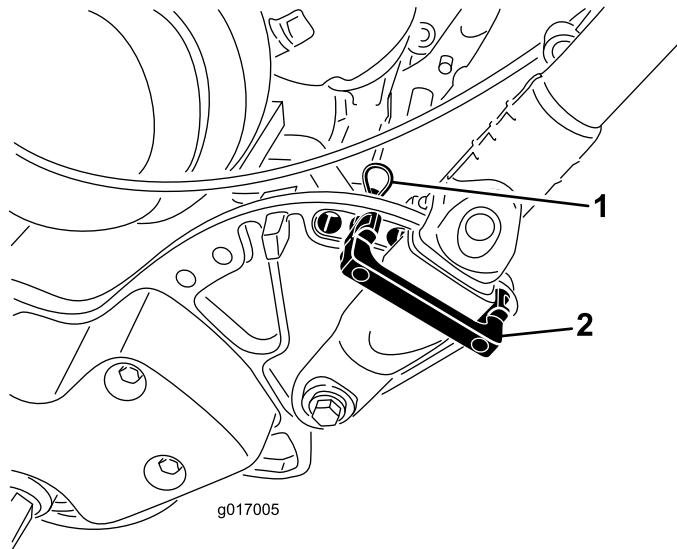

Figura 6
- Mentre sostenete la stegola, rimuovete le fascette per cavi che fissano i morsetti della stegola alle piastre laterali (Figura 6).
- Ruotate la stegola nella posizione di funzionamento desiderata, inserite un fermo della stegola sul relativo morsetto e nei fori corrispondenti nella piastra laterale (Figura 6).
- Mantenete il morsetto in posizione con la coppiglia a forcina (Figura 6).